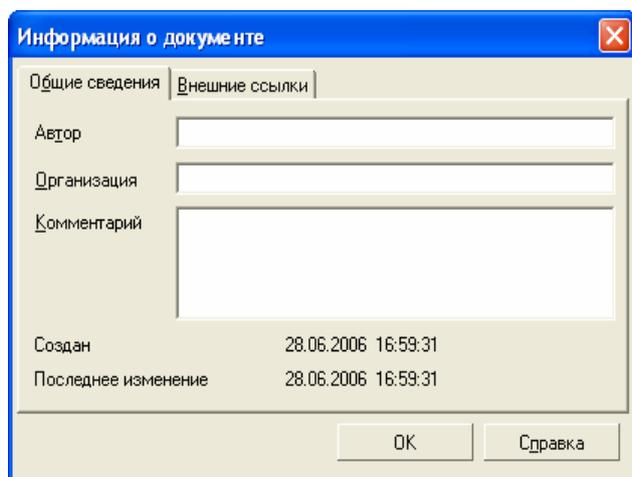

Рис. 10. Окно (*Информация о документе*)
5. В появившееся окно **Информация о документе** (рис. 10) на вкладке **Общие**